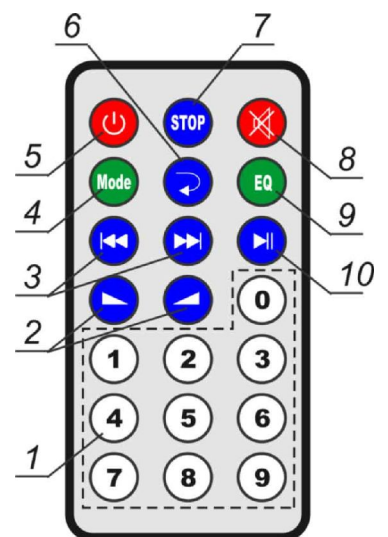

Рисунок 4
8.3 Размещение органов управления на инфракрасном пульте дистанционного управления приведено на рис. 4.